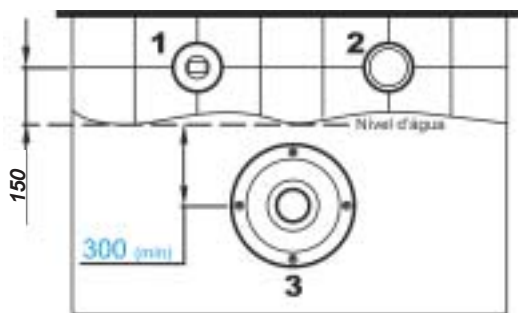

FIG2
- Execute a instalação hidráulica e elétrica de acordo com o esquema da fig.1, posicionando o botão pneumático e o regulador de ar na parede da fibra, fig.2.